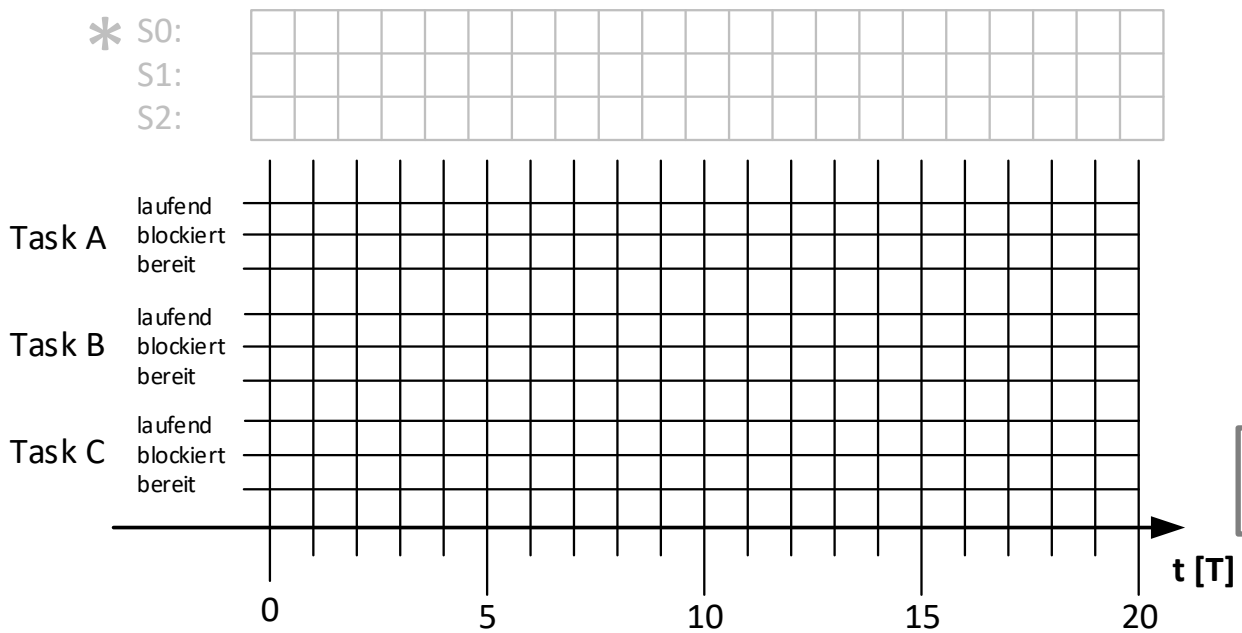

Abbildung 10: Ist-Ablauf der Tasks A, B und C
a) Ermitteln Sie das zeitliche Ist-Verhalten der Tasks im Bereich $0 \leq t < 20$ T. Zeichnen Sie Ihre Lösung in Abbildung 10 ein.